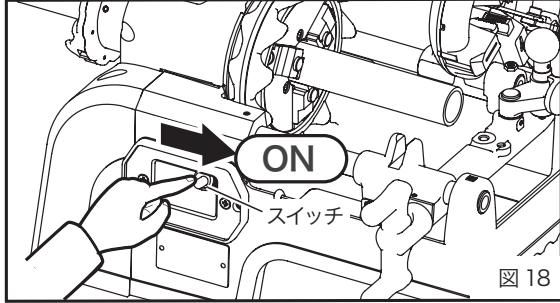
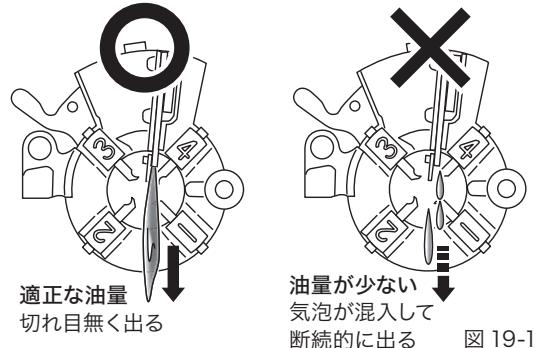

図 18
図 19-1
8. 作業前の点検 (図 18、19)
①本体のスイッチを ON にし、主軸を回転させてください。
②ダイヘッドから出るねじ切り油が適正な量であることを確認してください。(図 19-1)